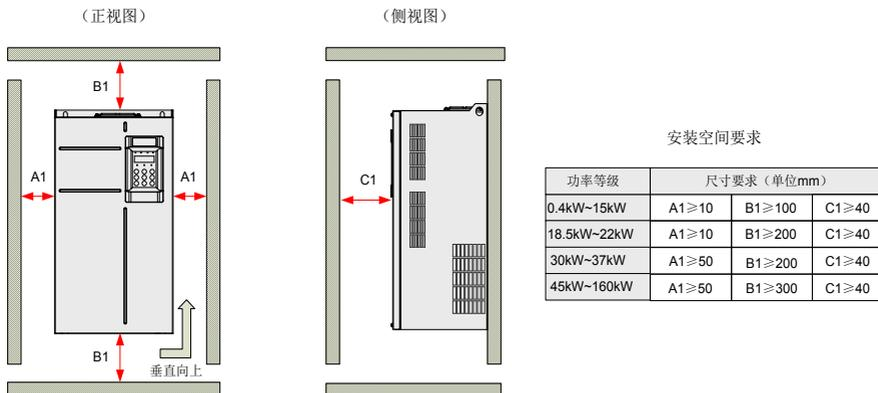

图 3-2 单台机器 [MD500T0.4GB ~ MD500T160G] 安装空间
- 安装空间要求如图 3-2 所示，需保证变频器有足够的散热空间，预留空间时请考虑柜内其它器件的散热情况；